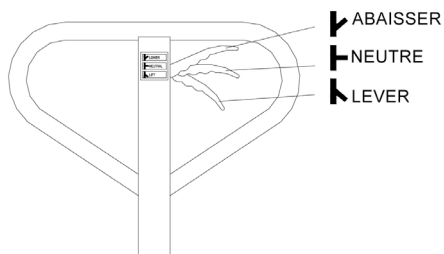

Fig. 3
Sur le tube de poignée (n° 1) de ce transpalette à main se trouve le levier de commande (n° 5) qui présente trois positions de réglage (voir la fig. 3) :
1. Placez le levier de commande (fig. 3) à la position pour abaisser. Si le cadre de la fourche ne descend pas, tournez l'écrou (n° 13) dans le sens horaire jusqu'à ce que le cadre de la fourche descende.